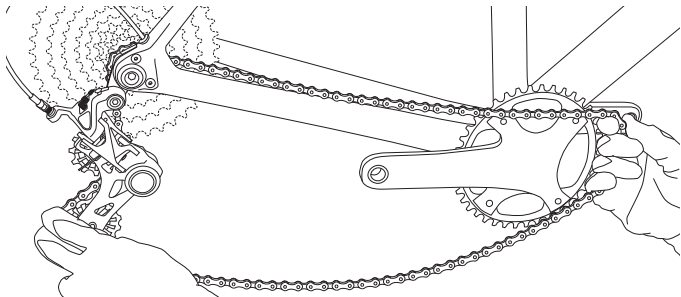

Fig.12
- Presione el balancín hacia abajo para reducir la tensión de la cadena y vuelva a colocar la cadena en el plato (Fig. 12).